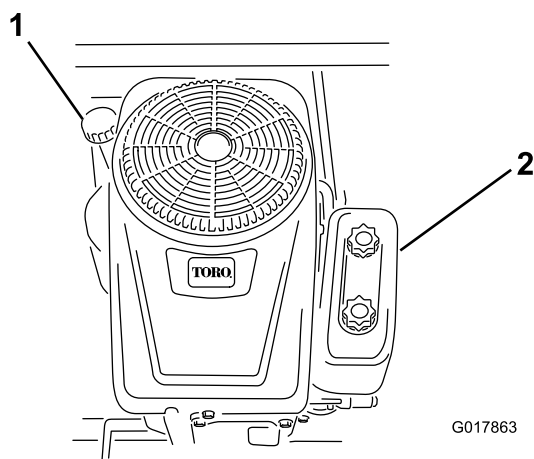

Figure 31
4. Nettoyez la surface autour de la jauge d'huile (Figure 31) pour éviter que des impuretés ne s'introduisent dans le goulot de remplissage, ce qui risquerait d'endommager le moteur.
6. Versez lentement environ 80 % de la quantité d'huile spécifiée dans l'orifice de remplissage (Figure 31).